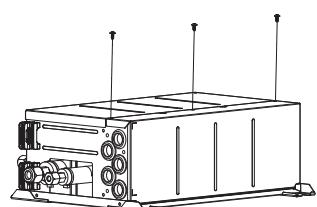

Fig. 4-5
4.1. Η κατεύθυνση της σωλήνωσης μπορεί να αλλάξει. (Fig. 4-4). [Διαδικασίες εργασίας] (Fig. 4-5)
- ① Αφαιρέστε τις βίδες σε κάθε μέρος.